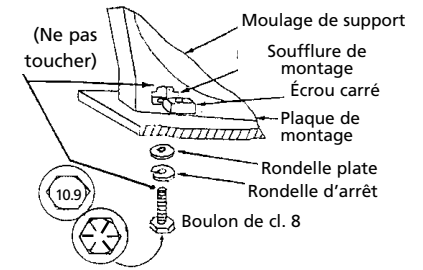

Figure 8
de montage ne doit pas entrer en contact avec le côté opposé du creux de montage du moulage de support (voir la Fig. 8).
ATTENTION Ne substituez pas une classe plus faible que la classe SAE 8. (ISO 10.9) L'indication de la classe est située sur la tête du boulon est illustrée à la Figure 8.
3. Utilisez uniquement des écrous carrés dans le moulage pour le montage. (Voir la Figure 8).